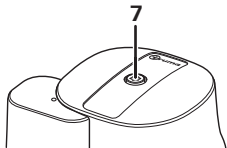
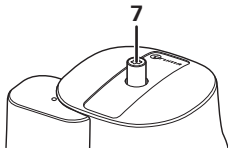

Bild 2a
Bild 2b
Der Crashsensor verfügt über einen Resetknopf, dessen Stellung Auskunft über seinen Status gibt: Stellung „betriebsbereit“ (Bild 2a) oder Stellung „nicht betriebsbereit“ (Bild 2b).
Zum Zurücksetzen den gelben Resetknopf (7) kräftig drücken, leicht im Uhrzeigersinn drehen und 10 Sekunden lang halten und sicherstellen, dass er in der Stellung „betriebsbereit“ (Bild 2a) bleibt.
- Das Auslöseelement des Crashsensors (9) so weit hineindrücken, dass der gelbe Resetknopf (7) herauspringt, so dass der Crashsensor in Stellung „nicht betriebsbereit“ (Bild 2b) ist.
- Schraubkappe (10) des Prüfanschlusses abschrauben und Prüfpumpe mit Prüfschlauch an den Prüfanschluss anschließen.
- Den gelben Resetknopf (7) drücken, leicht im Uhrzeigersinn drehen und 10 Sekunden halten und sicherstellen, dass er in der Stellung „betriebsbereit“ bleibt (siehe Bild 2a).
- Die Schraubkappe (10) nach jedem Entfernen unbedingt wieder anbringen.